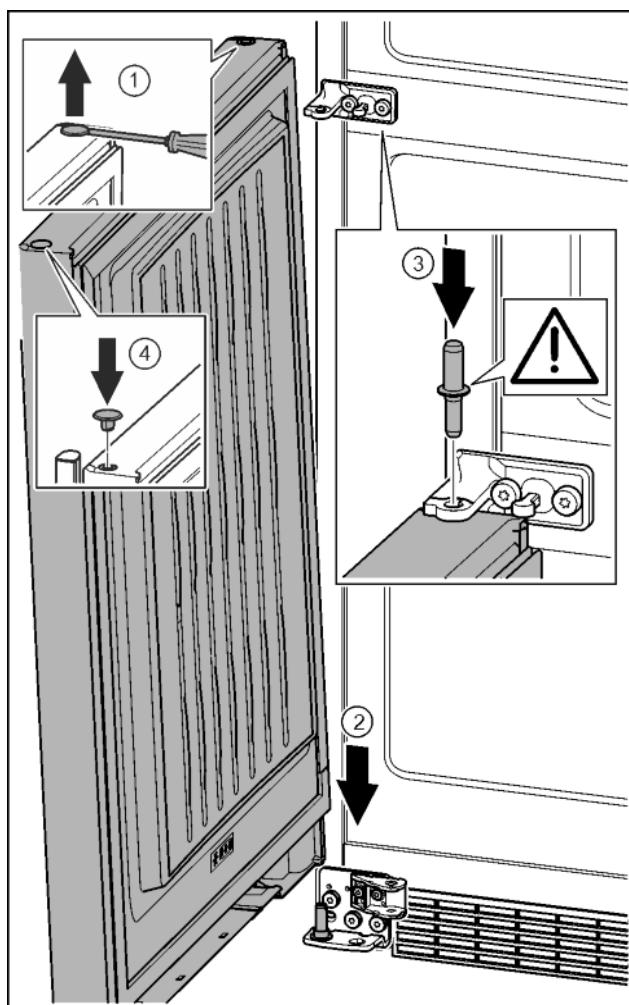

Fig. 35
- ▶ Zátku opatrně nadzvedněte plochým šroubovákem a vytáhněte. Fig. 35 (1)
- ▶ Dveře nasadte shora na dolní ložiskový čep. Fig. 35 (2)
- ▶ Prostřední ložiskový čep vložte do dolních dveří přes prostřední stojan ložiska. Přitom dávejte pozor, aby zajišťovací váčka směřovala dozadu. Fig. 35 (3)
- ▶ Zátku opět vložte na druhé straně dveří. Fig. 35 (4)